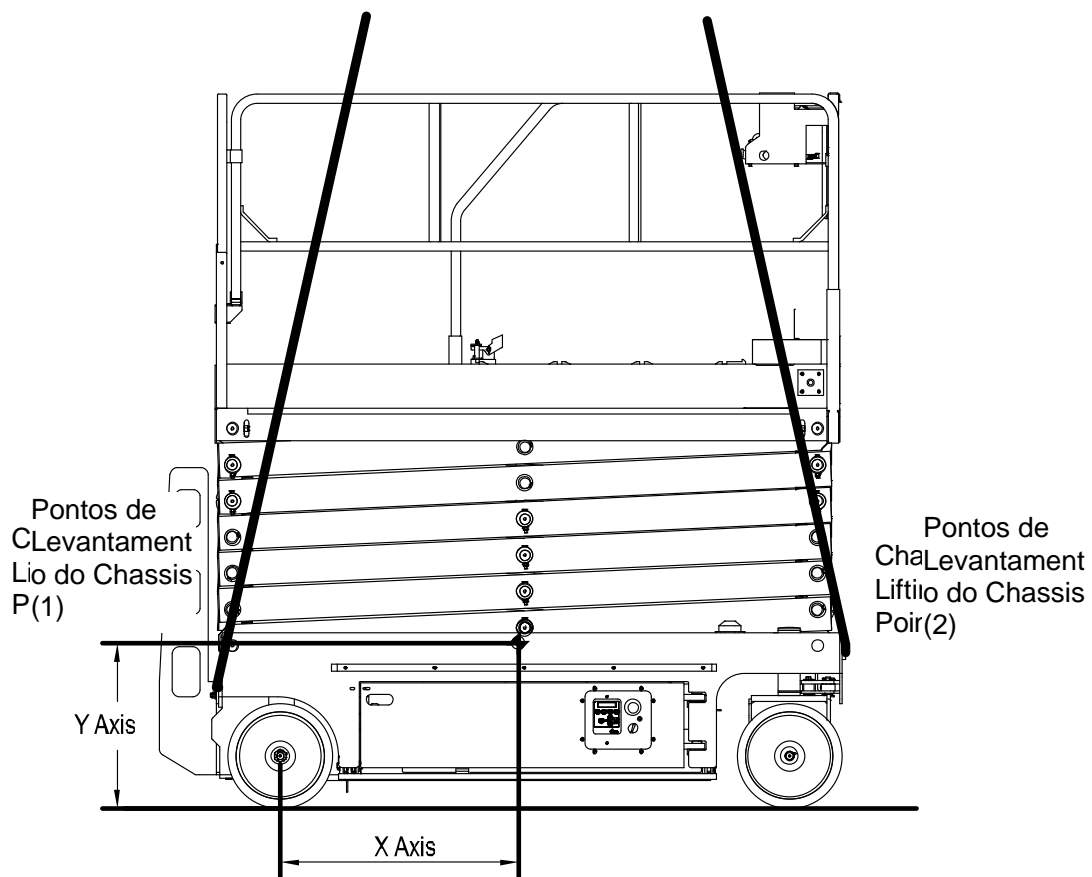

Figura 4-4 Centro de gravidade
- 2) Use a Tabela 4-4 e a Figura 4-4 para determinar o centro de gravidade da máquina.